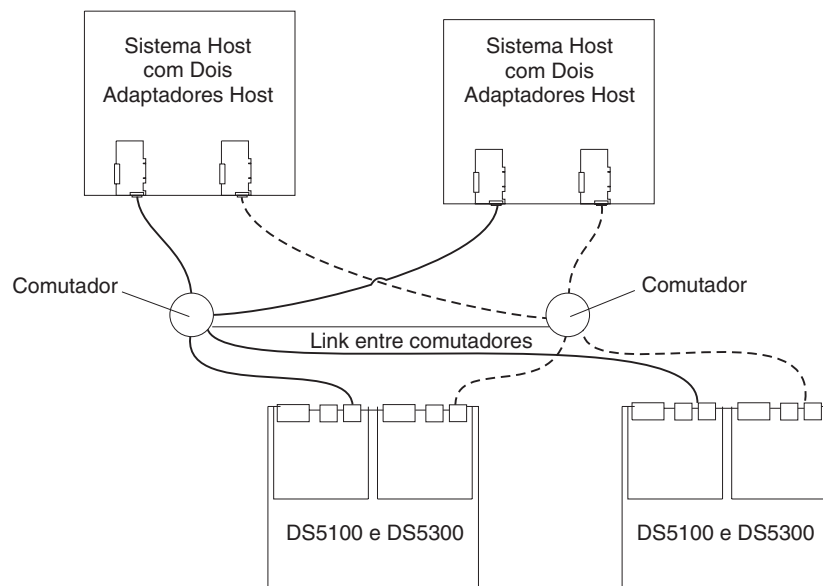

Figura 92. Exemplo de dois subsistemas de armazenamento em um único ambiente de malha SAN
- Configuração de malha SAN dupla, com um DS5100 ou DS5300 adicional conectado, conforme mostrado na Figura 92 na página 145
No Figura 92 na página 145, os comutadores de Fibre Channel são conectados conjuntamente.